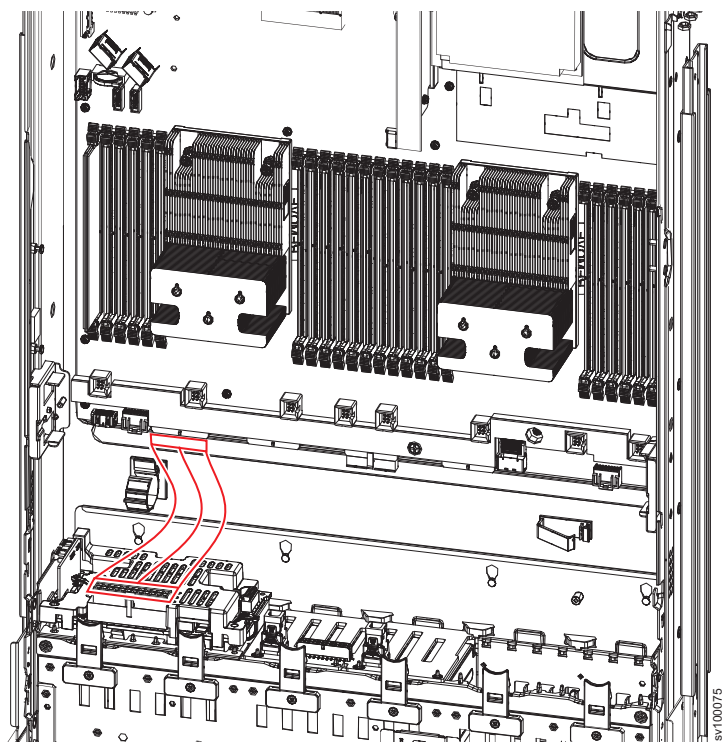

図 156. 2145-SV1 バッテリー・バックプレーン電源ケーブル
5. 206 ページの図 156 に示すように、バッテリー・バックプレーンとシステム・ボードとの間の電源ケーブルを取り外します。